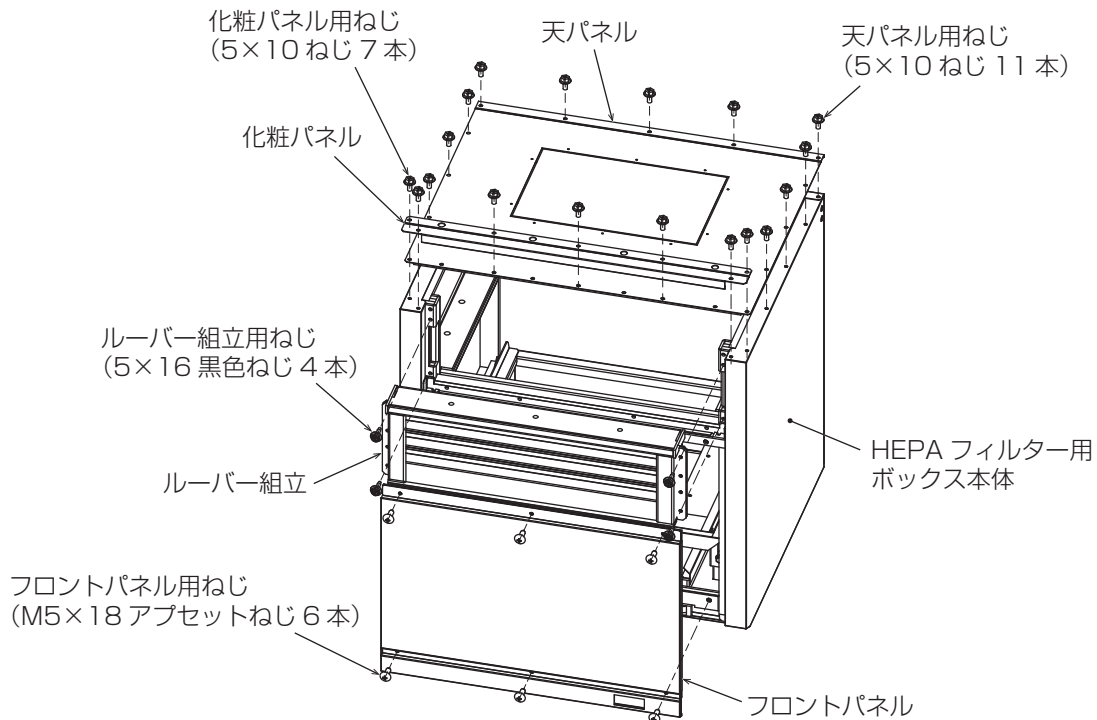

図 1
1. 化粧パネルを取外す。(5 × 10 ねじ 7 本)・・・図 1
2. 天パネルを取外す。(5 × 10 ねじ 11 本)・・・図 1
3. フロントパネルを取外す。(M5 × 18 アブセットねじ 6 本)・・・図 1
4. ルーバー組立を取外す。(5 × 16 黒色ねじ 4 本)・・・図 1
- ※ ルーバー部を固定していた黒色ねじ (5 × 16) は付属品の④黒色固定ねじ (5 × 16) と同じねじです。